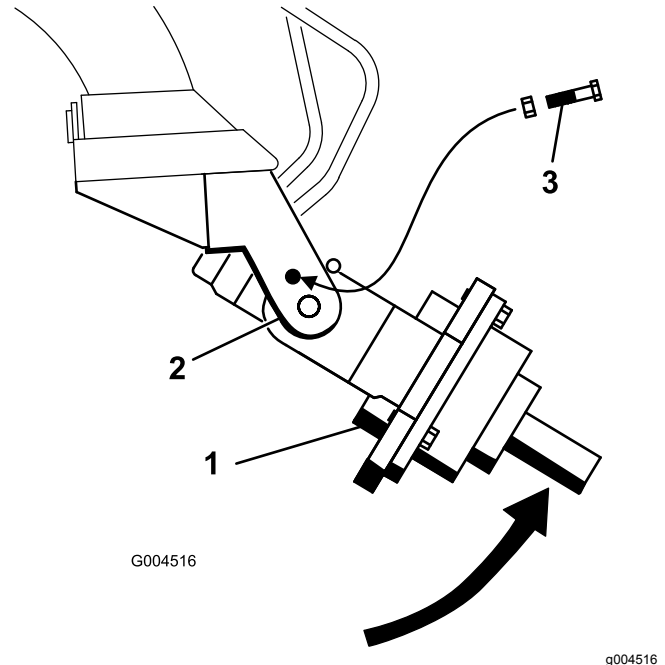

Figura 5
5. Ruotate manualmente la testata motrice della trivella verso l'alto, fino a quando non potete far scorrere un bullone ($\frac{1}{2}$ " x $2\frac{1}{2}$ ") nel foro del braccio della base anteriore, fissando la testata motrice. Serrate senza stringere il bullone con un dado ($\frac{1}{2}$ ") come mostrato nella Figura 5.
- Ruotate manualmente la testata motrice della trivella verso l'alto, fino a quando non potete far scorrere un bullone (1/2" x 2 1/2") nel foro del braccio della base anteriore, fissando la testata motrice. Serrate senza stringere il bullone con un dado (1/2") come mostrato nella Figura 5.